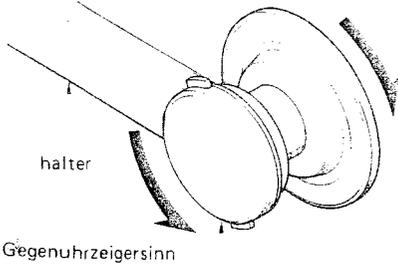

Abb. 3
- 2) Entfernen Sie den Plattenhalter-Aufsatz vom Plattenhalter, indem Sie ihn im Gegenuhrzeigersinn drehen. (Siehe Abb. 3.)